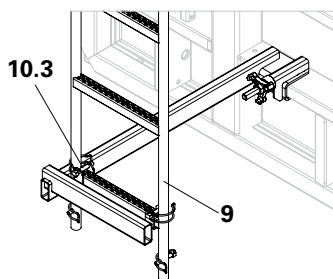

Fig. A9.05
6. Insérer la goupille rabattable (10.3) dans le contreventement d'échelle. (Fig. A9.05)